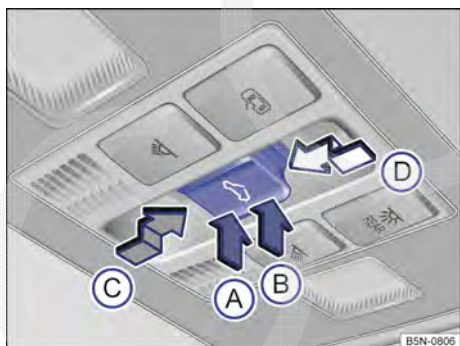

Fig. 99 No revestimento do teto: botão do teto de vidro.
O botão → Fig. 99 tem 2 níveis. No 1º nível o teto pode ser totalmente ou parcialmente levantado, aberto ou fechado.
- *Levantar o teto de vidro:* pressionar o botão na área traseira → Fig. 99 **(B)** até o primeiro nível. Curso automático: pressionar rapidamente o botão na área traseira **(B)** até o segundo nível.
- Dentro de alguns segundos após o acionamento do limitador de força, pressionar o botão  → Fig. 99 até o segundo o nível na direção da seta → Fig. 99 ⓘ até que o teto de vidro esteja totalmente fechado.